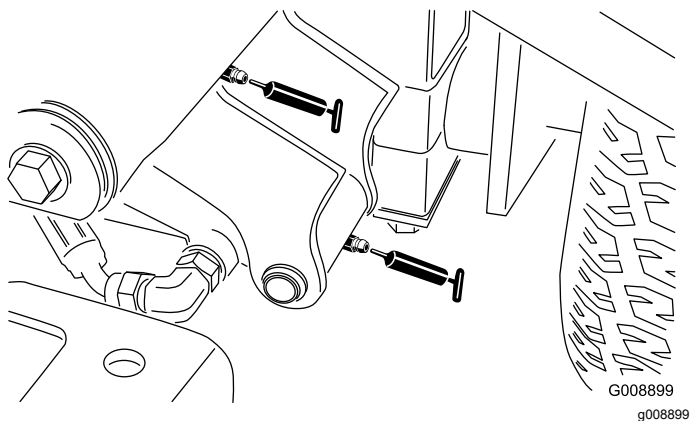

Рисунок 65
- Гидроцилиндр поворота и подъема левого переднего подъемного рычага (2 штуцера – Рисунок 65)